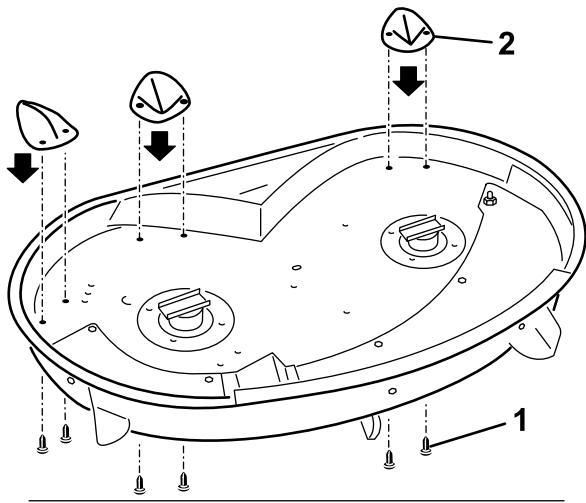

Figura 3
1. Allineate i tre inserti deflettori con i fori nella parte superiore dell'apparato di taglio (Figura 3). Il lato lungo degli inserti deflettori deve essere rivolto verso l'interno.
2. Fissate gli inserti all'apparato di taglio con sei viti con testa a croce Phillips (8 x 5/8"). Le viti passano attraverso la parte superiore dell'apparato di taglio e si inseriscono negli inserti (Figura 3).